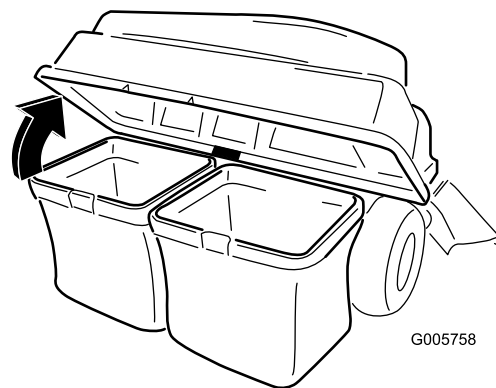

Figure 45
3. Ouvrez (soulevez) le couvercle du système de ramassage (Figure 45).